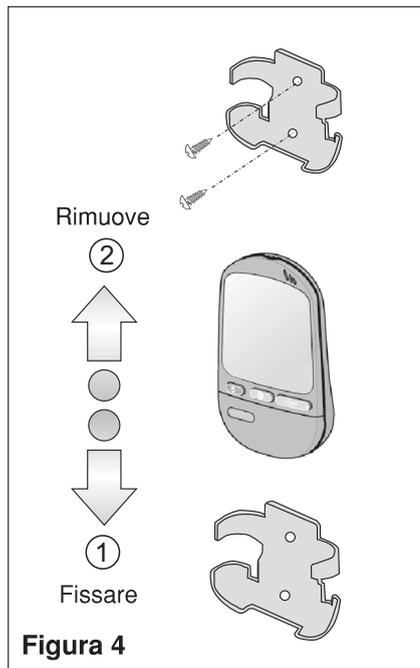

Figura 4
8. Install! la staffa di telecomando come indicate in figura 4.